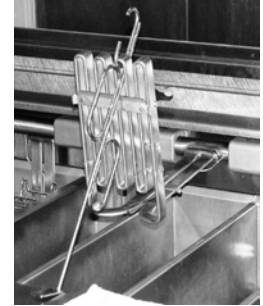

Figura 1
- Unidades eléctricas solamente.** Use la herramienta de levantamiento y levante el elemento articulado para limpiar el fondo de la tina. Tenga cuidado de no dañar la bombilla de límite alto. Figura 1.